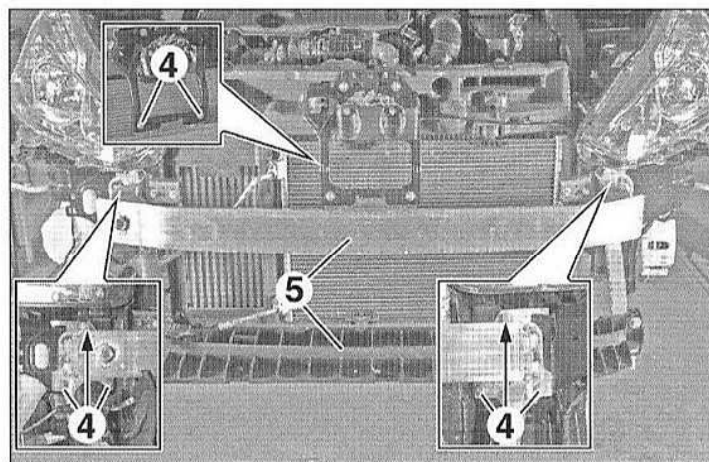

FIG.84
- Déposer (Fig.84) :
- les vis (4),
- l'ensemble traverses avant et inférieure (5).